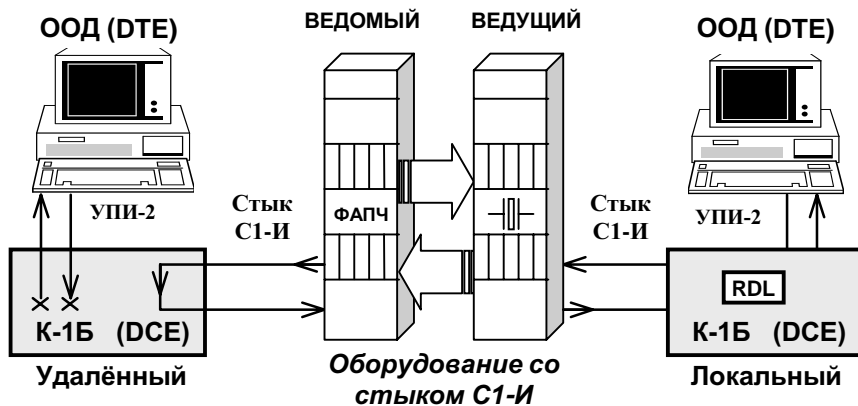

Рис. 12 Проверка *Удаленный шлейф (RDL)* для АКД (DCE)
Если конвертер является АКД (DCE) устройством, то проверка *Удаленный шлейф (Remote Digital Loopback)* обеспечивает возможность полной проверки канала передачи данных, образованного с помощью двух однотипных конвертеров. Рис. 12 иллюстрирует принцип проверки *Удаленный шлейф (RDL)* для одного направления. Конвертер позволяет выполнить проверку канала передачи данных как с помощью внешнего ООД (DTE), так и в автономном режиме с помощью встроенного анализатора – *BER*-тестера.
ЛОКАЛЬНЫМ, необходимо установить тумблер **RDL-o-LL** в положение **RDL**. На другом конвертере, см.Рис. 12, назовём его **УДАЛЕННЫМ**, тумблеры должны находиться в среднем положении (рабочий режим).
1. **ЛОКАЛЬНЫЙ** конвертер переводит цепь *DCD* УПИ-2 в пассивное состояние, гасит индикатор **CD**, затем переводит **УДАЛЕННЫЙ** конвертер в режим заворота данных через стык С1-И, см.Рис. 12.